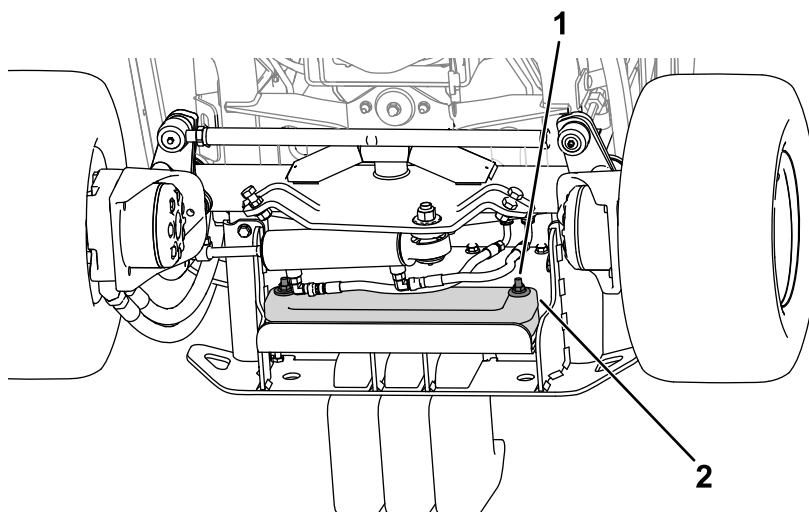

Bild 21
2. Verwenden Sie die Befestigungselemente, um den Ballast an der Stoßstange zu befestigen (Bild 21).